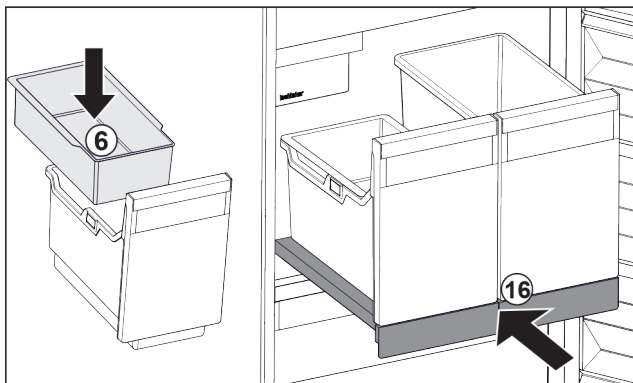

Fig. 30
- ▶ Поставете окачващата се поставка Fig. 30 (6) за ледени кубчета.
- ▶ Вкарайте изтеглящата се дъска със съдовете (IceTower). Fig. 30 (16)